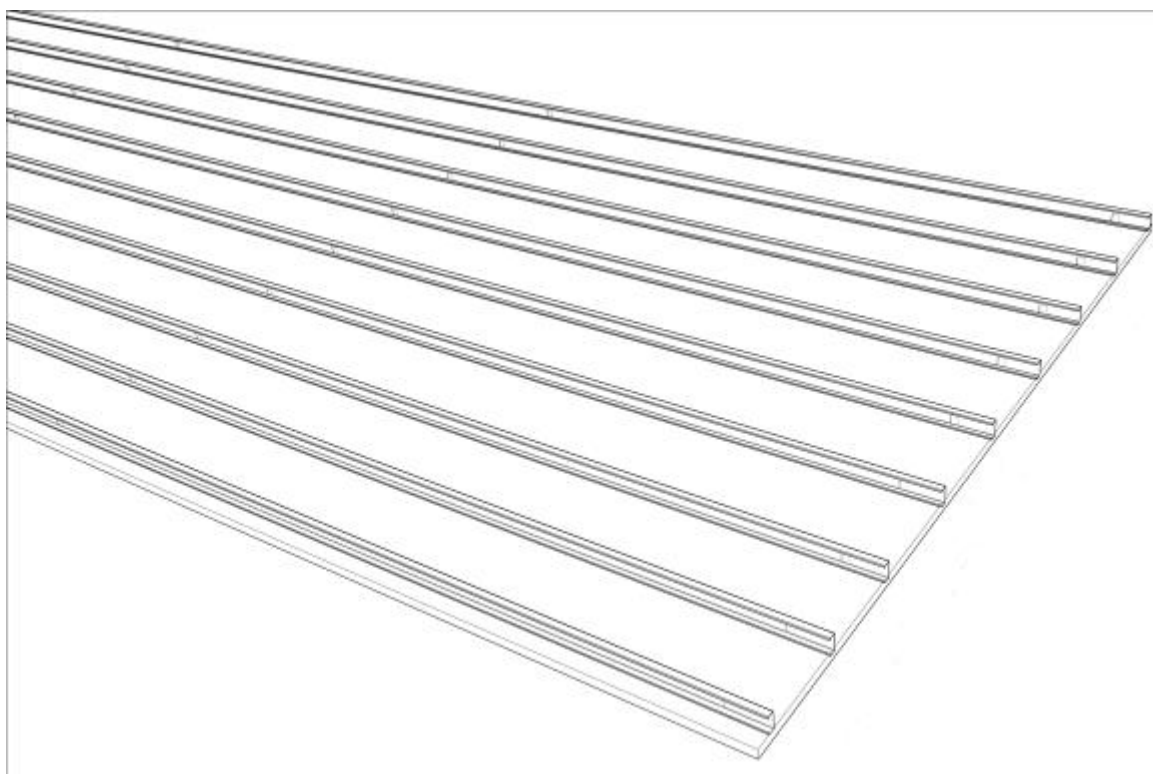
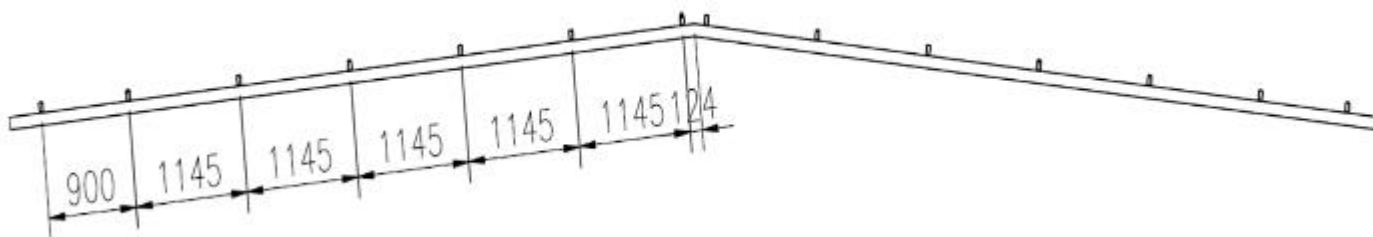

Figura 1
Figura 2
- ① As especificações dos trilhos devem atender à resistência do cálculo estrutural. Os trilhos usados para instalar os produtos devem ser planos em um lado e a largura deve ser superior a 50 mm.
- ② A dimensão do espaçamento entre dois trilhos é mostrada abaixo e eles são instalados de baixo para cima. A conexão do trilho deve ser firme, reta, plana e nivelada (conforme a Figura 1). O desvio real da instalação do espaçamento do trilho adjacente é ≤ 5 mm (conforme a Figura 2).